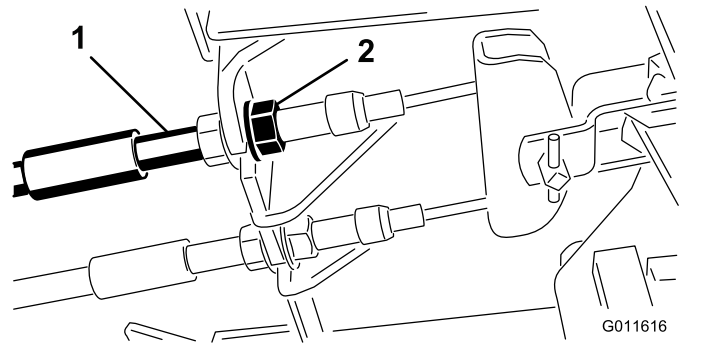

Figura 83
1. Per ridurre il gioco dei pedali del freno, stringete i freno allentando il dado anteriore sull'estremità filettata del cavo del freno (Figura 83).